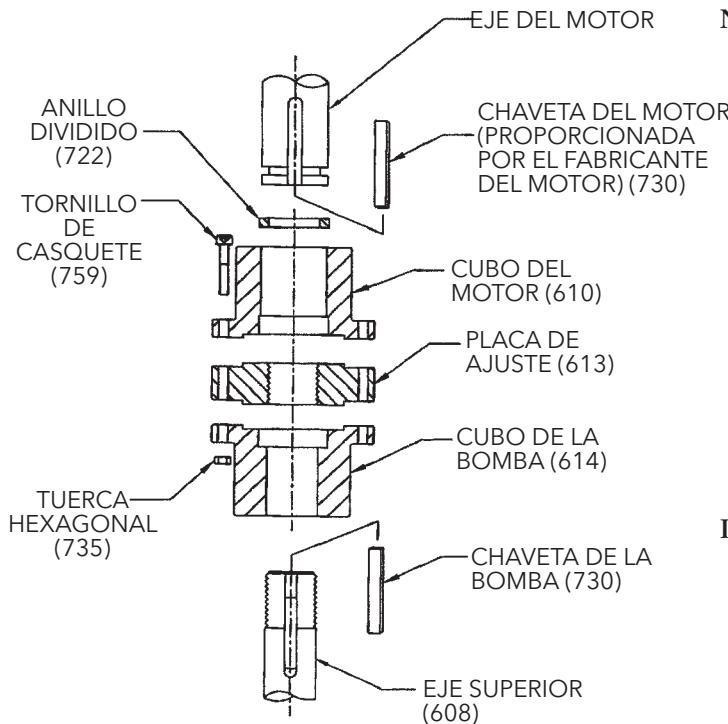
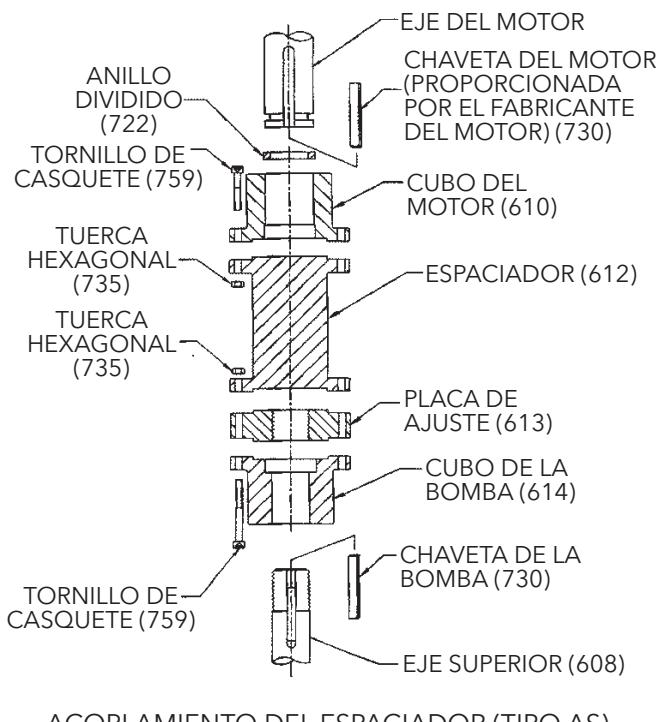

Figura 14
Figura 15
El acoplamiento entre el eje motriz y el eje de la cabeza de descarga puede ser del tipo sin espaciador (Ver Figura 14), o con espaciador (Ver Figura 15). Este último se usa en las bombas proporcionadas con un sello mecánico que permite darle servicio al sello sin retirar el motor eléctrico.
1. Aplique una capa delgada de aceite en la chaveta de la bomba (730) e insértela en el asiento de la ranura de posicionamiento.
2. Baje suavemente el cubo de acoplamiento de la bomba (614) hasta el eje superior.
3. Atornille la placa de ajuste (613) al eje superior hasta que embone con él.
4. Aplique una capa delgada de aceite a la chaveta (730) e insértela en el asiento de la ranura de posicionamiento. Coloque el cubo del motor eléctrico (610) sobre el eje motriz y con la chaveta deslícelo sobre dicho eje hasta que se exponga la ranura anular. Instale el anillo de separación (722) en la ranura y deslice el cubo del motor hacia abajo sobre el anillo de separación para capturarlo.
5. Si la bomba se suministró con un acoplamiento de espaciador ajustable (vea la Figura 15) instale el espaciador (612) entre los cubos de eje superior y eje motriz. Asegúrelo con los tornillos de casquete (759) y tuercas hexagonales (735).